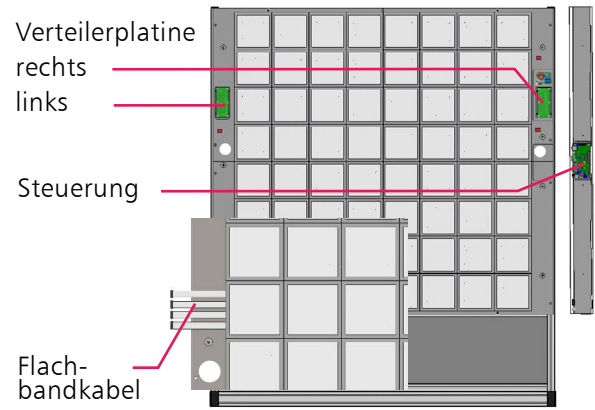
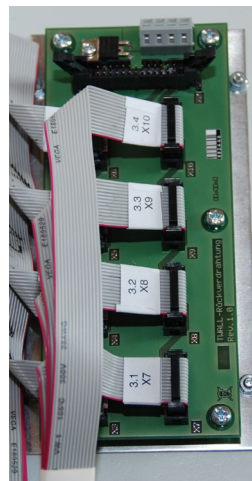

Abb. 3.1-31
Abb. 3.1-32
Schritt 24 An jedem Tastmodul befinden sich vier **14-adrige** Flachbandkabel, die zum Anschluss an die Verteilerplatten dienen (**Abb. 3.1-32 und 3.1-33**). Die Kabel sind mit 0.1 - 0.4, 1.1 - 1.4, 2.1 - 2.4 und 3.1 - 3.4 sowie dem jeweiligen Steckerplatz beschriftet. Die Flachbandkabel müssen nun auf die Verteilerplatten gesteckt werden. Die Platine für die rechten 2 Tastmodule befindet sich auf dem rechten oberen Tastmodul und für die linke Seite auf dem Tastfeld links oben (**Abb. 3.1-31**).